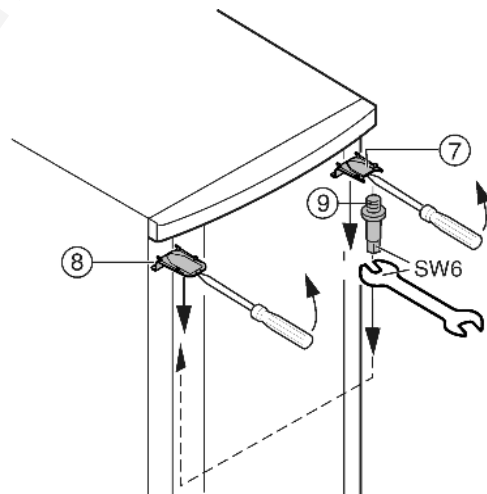

Fig. 6
- ▶ Fenn a Fig. 6 (7) és a Fig. 6 (8) fedelet pattintsa ki egy csavarhúzó segítségével, és ferdén lefelé távolítsa el.
- ▶ Csavarja ki a tartócsapot Fig. 6 (9) és az ellenkező oldalon csavarja be **4 Nm-es nyomatékkal**.
- ▶ A fedelet Fig. 6 (7) szerelje vissza a tartócsap oldalára: hátul illessze be és elől pattintsa be.
- ▶ A fedelet Fig. 6 (8) az ellenkező oldalon szerelje fel: hátul illessze be és elől pattintsa be.
- ▶ Az ajtó felül függessze a tartócsapra Fig. 6 (9).